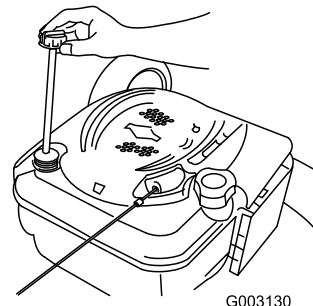

Figura 46
2. Togliete l'asta di livello (Figura 46).